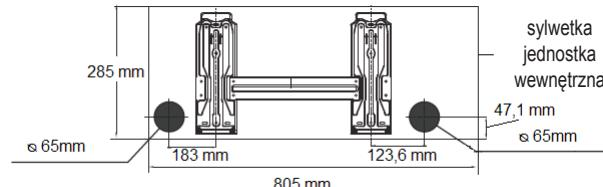

fig. 8 -
1. Wyjąć wcześniej przyciętą płytę (A- "fig. 8 -") w żądanym kierunku.